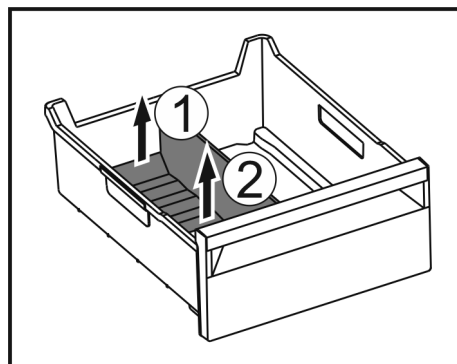

Fig. 221
- Pakelkite galinę ledukų stalčiaus skyriklio dalį. Fig. 221 (1)
- Išimkite ledukų stalčiaus skyriklį į viršų. Fig. 221 (2)